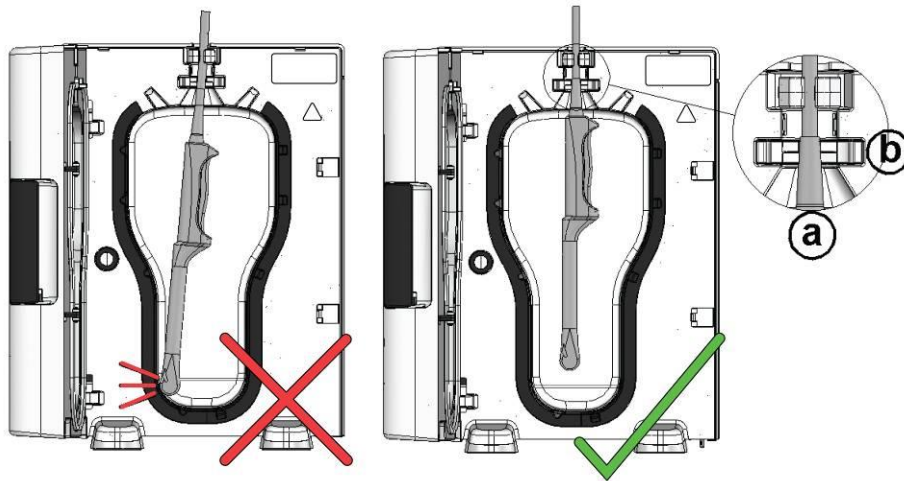

Рисунок 9
3. Зонд надежно закрепляется в камере благодаря наличию двух зажимов, см. Рисунок 9(a).
У основания рукоятки зонда находится короткий рукав, который покрывает электрический кабель. Он называется МАНЖЕТОЙ ЗОНДА — Рисунок 9(a)
- держа зонд за рукоятку и надавливая верхнюю часть МАНЖЕТЫ ЗОНДА, введите ее в уплотнитель манжеты — Рисунок 9(a), при этом верхний край манжеты кабеля зонда должен находиться выше уплотнения манжеты — Рисунок 9(b);